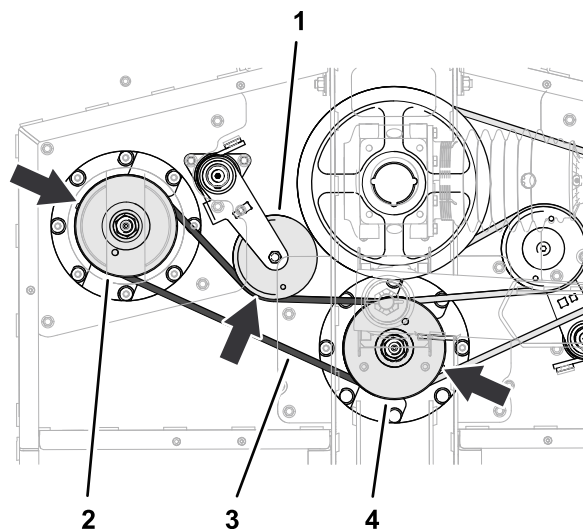

Рисунок 67
- Проложите короткий ремень вокруг шкива левого шпинделя и нижней канавки шкива среднего шпинделя (Рисунок 67).
- С помощью монтировки или аналогичного инструмента поверните натяжитель ремня против часовой стрелки и наденьте ремень поверх шкива натяжителя (Рисунок 67).